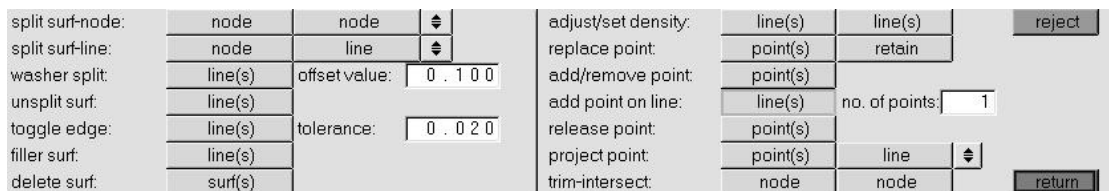

图 5-55 几何编辑面板
(2) 按〈F11〉快捷键, 进入几何编辑面板, 如图 5-55 所示。